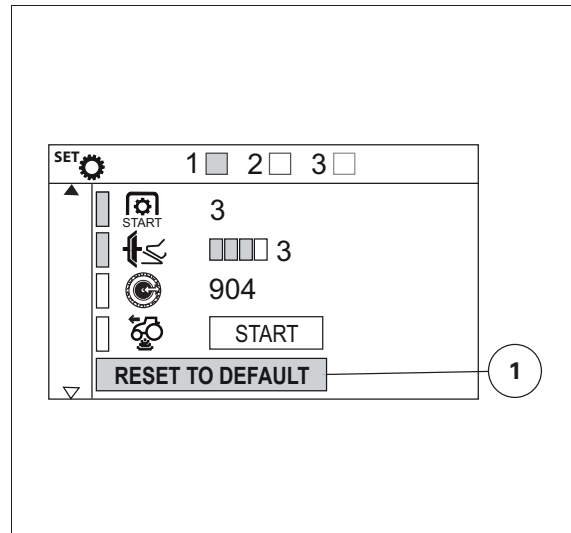

Fig. 39.
6. Pulse OK (Aceptar) o el selector de ajustes de fábrica/usuario para restablecer los ajustes fig. 39.